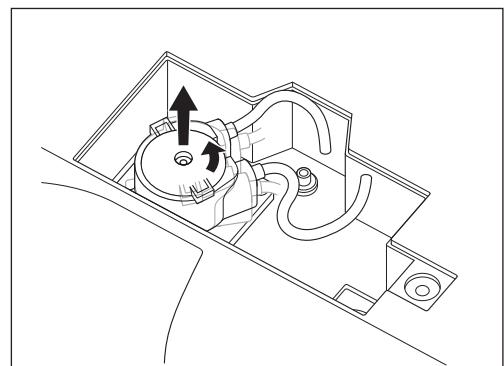

図54
- 5) 注水ポンプを左に「カチッ」と音がするまで回して、そのまままっすぐ引き抜きます（図54）。